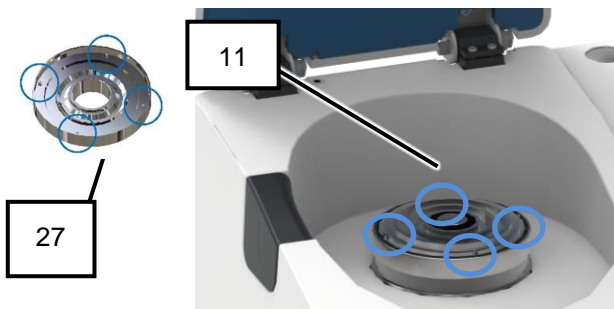

Fig. 20: Recinto interior con eje del rotor
4. Coloque el disco de laberinto (27) alrededor del eje del rotor (11) (Fig. 20).
5. Téngase en cuenta el asiento correctamente encajado del seguro contra torsión (Fig. 20).
6. Coloque el recipiente colector (26) (sin tapa) sobre el disco de laberinto (27).